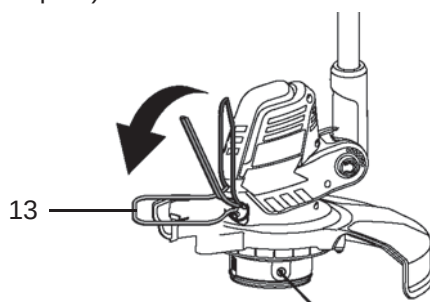

Fig. 2
- > Régler l'étrier [13] dans la position de travail (Fig. 2). Si l'étrier [13] n'est plus nécessaire, il peut être poussé vers le haut (position de parc).